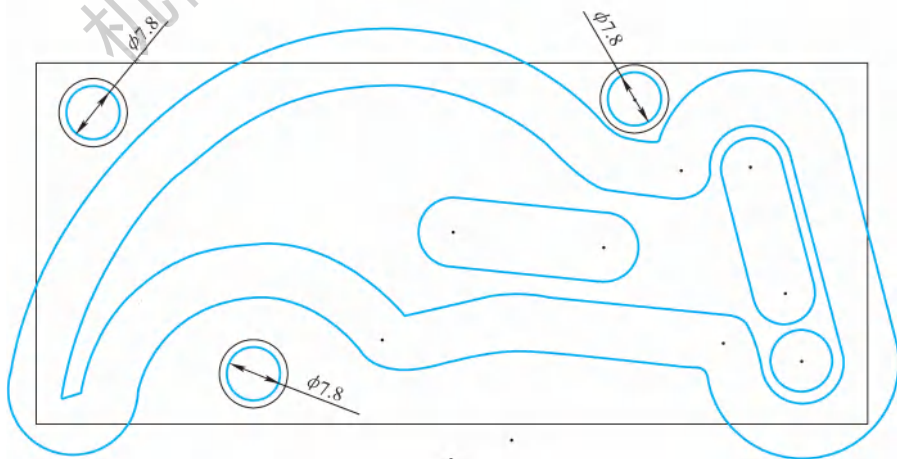
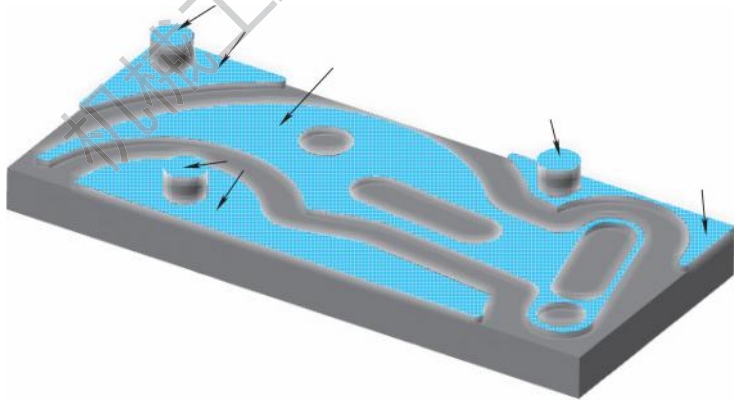

图 7-7 绘制 3 个 $\phi 7.8\text{mm}$ 的圆
图 7-9 创建定位柱
设置构图面的深度 Z 为 -0.6mm，选择【线框】/【圆弧】/【已知点画圆】命令，继续在刚绘制的 3 个 $\phi 10\text{mm}$ 垫片的基础上绘制 3 个同心的 $\phi 7.8\text{mm}$ 圆，结果如图 7-7 所示。
选择【实体】/【拉伸】命令，选择如图 7-7 所示的 3 个 $\phi 7.8\text{mm}$ 圆作为拉伸轮廓线，以【添加凸台】的方式向上拉伸 10.0mm 的方式创建圆柱，结果如图 7-9 所示。
4) 新建第 30 图层（倒角 C0.3mm），并设为当前工作图层。将【绘图平面 2D/3D】切换为【3D】，选择【线框】/【所有曲线边缘】命令，选择如图 7-9 箭头所指示的面，单击【结束选择】按钮 。单击【确定】按钮 ，生成曲线，如图 7-10a 所示。删除如图 7-10a 箭头所示的圆，结果如图 7-10b 所示。